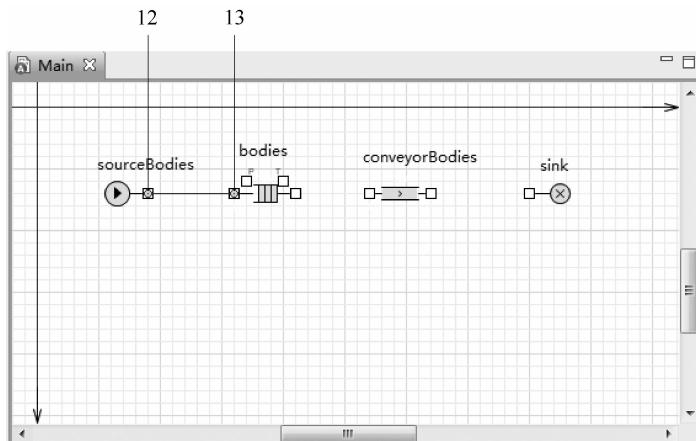
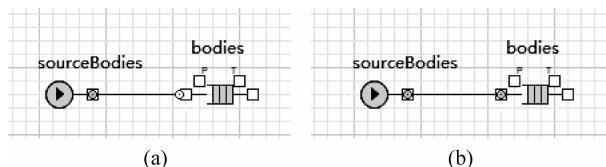

图 3-11 对象之间的连接
图 3-12 错误与正确的连线方式
(12) 单击所要连接的一个端口。
(13) 随后双击连接的另一个端口，两个端口之间即出现连接线，如图 3-11 所示。
① 当绘制连接线时，绿色圆表示连接线的端点已经正确放入了端口。
② 如果选择了一个连接线但是并没有看到绿色圆，通常因为连接线的端点被放置在了端口的附近，而没有放到端口之内，需要重新将连接线的端点移动至端口内，如图 3-12 所示。